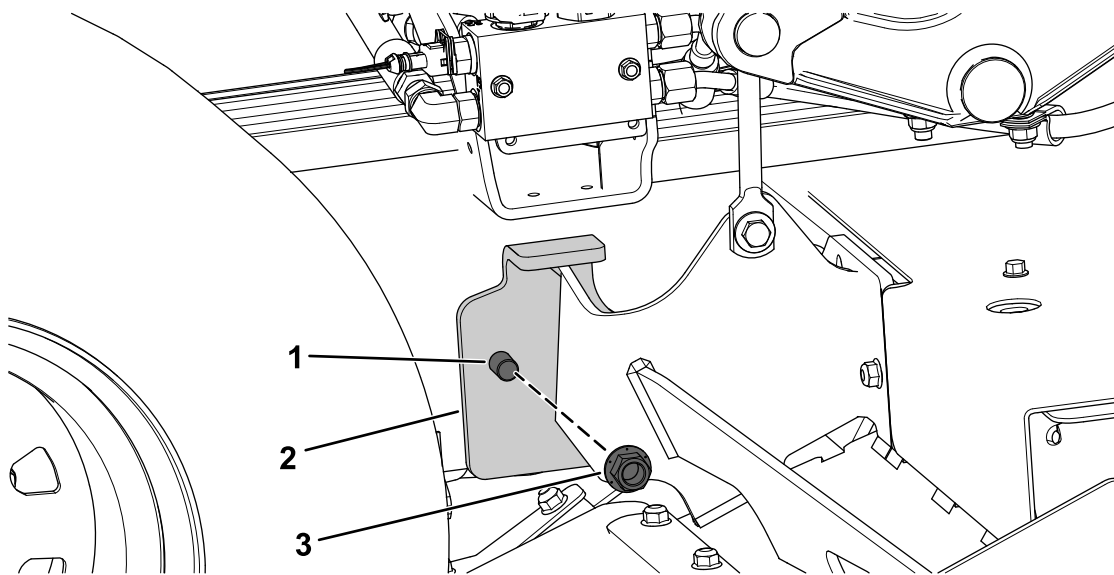

**Figura 16**
5. Remova a porca flangeada frontal direita ( $\frac{3}{8}$  pol.) da montagem da caixa de engrenagens e parafuso de cabeça hexagonal ( $\frac{1}{2}$  pol. x  $2\frac{1}{2}$  pol.), anilha e porca de bloqueio ( $\frac{1}{2}$  pol.) de cada suporte da plataforma do cortador (Figura 16 e Figura 17).